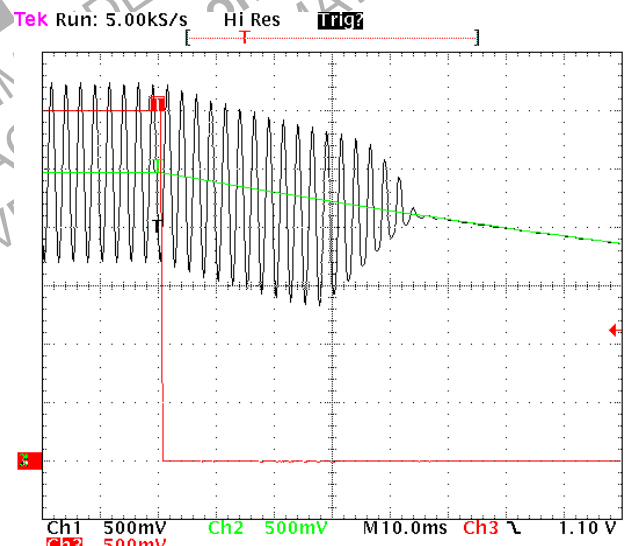

Figure 41. TurningOff Time Zoom/ $V_p = 5.0\text{ V}$
– Figure 41に示すように、50 ms後、内部的にゲインがゼロになるためオーディオ信号が供給されなくなります。